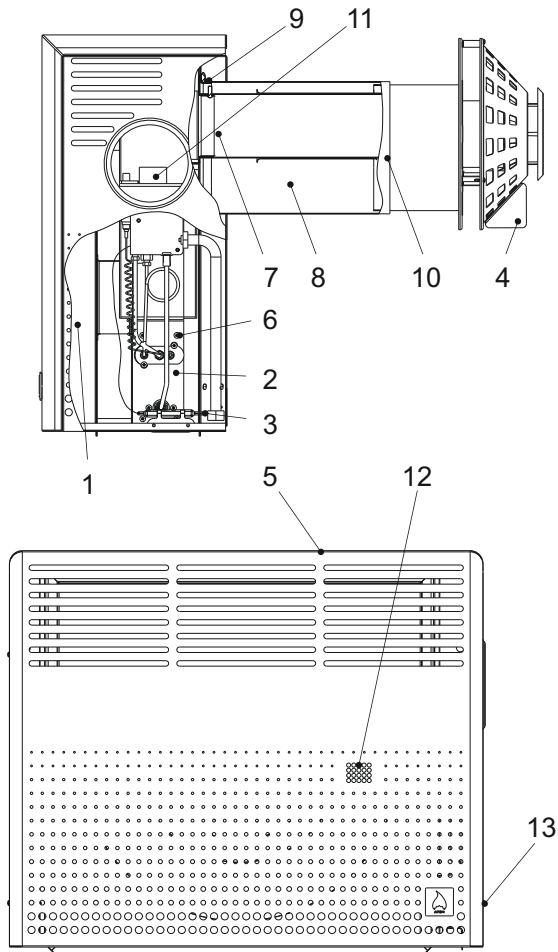

Рис. 1. Устройство конвектора
5.1. Конвектор (рис.1) состоит из таких основных частей: корпуса с герметичной камерой сгорания, дымовоздушного блока, газогорелочного устройства, крышки, закрывающей верхний проем, облицовочного кожуха. Для обеспечения герметичности камеры сгорания конвектора между корпусом и дымовоздушным блоком, газогорелочным устройством, крышками установлены прокладки из базальтового картона.
6.3. **Установка конвектора должна выполняться в соответствии с требованиями норм и стандартов, действующих в стране Покупателя, а также в соответствии с таблицей 3, в такой последовательности: (см. рис. 1,2)**